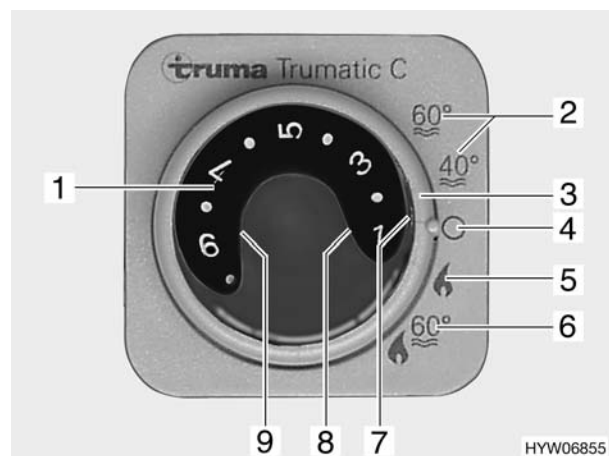
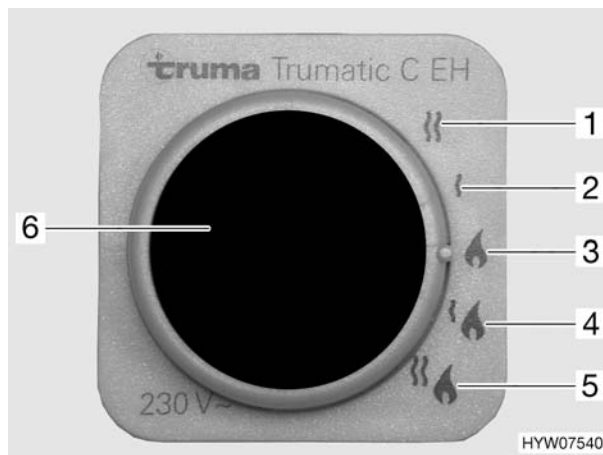

Fig. 144 Centralina di controllo per riscaldamento/boiler
Fig. 145 Selettore di energia per riscaldamento/boiler
■ Impostare la modalità di funzionamento tramite l'interruttore girevole (Fig. 144,3):
- Funzionamento estivo "40 °C" o "60 °C" (Fig. 144,2)
- Funzionamento invernale "Riscaldamento senza boiler" (Fig. 144,5)
- Funzionamento invernale "Riscaldamento e boiler" (Fig. 144,6)
- Spento (Fig. 144,4)
A seconda della temperatura ambiente desiderata, il riscaldamento seleziona automaticamente il livello del bruciatore necessario. Al raggiungimento della temperatura ambiente desiderata, il bruciatore si spegne. Durante la modalità di funzionamento "Riscaldamento e boiler" (Fig. 144,6) è riscaldata anche l'acqua nel boiler. Nella modalità di funzionamento "Riscaldamento senza boiler" (Fig. 144,5) è possibile far funzionare il riscaldamento con il boiler vuoto.
- Impostare la manopola della temperatura (Fig. 144,1) sulla centralina di controllo scegliendo la temperatura desiderata.
- Posizionare l'interruttore girevole (Fig. 144,3) su funzionamento invernale "Riscaldamento senza boiler" o "Riscaldamento e boiler".
Si accende la luce spia verde (Fig. 144,7).
- Posizionare l'interruttore girevole (Fig. 144,3) su "Spento" (Fig. 144,4).
- ▷ Se il riscaldamento sulla centralina di controllo (Fig. 144) è impostato su funzionamento estivo (Fig. 144,2) e il selettore di energia su funzionamento misto (Fig. 145,4 o 5), il riscaldamento funziona perciò solamente con esercizio a 230 V. Il bruciatore per gas non viene inserito.
- Funzionamento a gas (Fig. 145,3)
- Funzionamento elettrico a 230 V con gradi di potenza da 900 W (Fig. 145,2) oppure 1800 W (Fig. 145,1)
- Funzionamento a gas e funzionamento elettrico a 230 V (funzionamento misto) con gradi di potenza da 900 W (Fig. 145,4) oppure 1800 W (Fig. 145,5)
La combinazione funzionamento a gas e funzionamento elettrico a 230 V diminuisce il tempo di riscaldamento (è possibile solo se il riscaldamento viene impostato sulla centralina di controllo (Fig. 144) su funzionamento invernale).
Se viene selezionato il funzionamento elettrico a 230 V, la luce spia gialla si accende (Fig. 145,6).